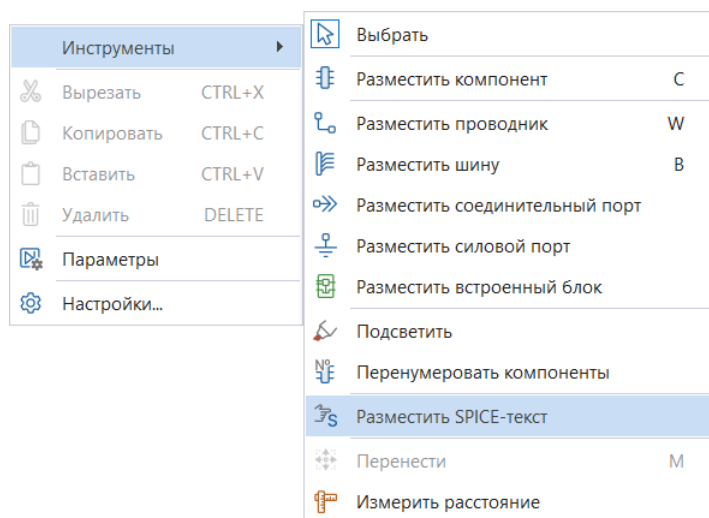

Рис. 30 Добавление объекта SPICE-блока с помощью контекстного меню
3. Через вызов контекстного меню на схеме → «Инструменты» → «Разместить SPICE-текст», см. Рис. 30.